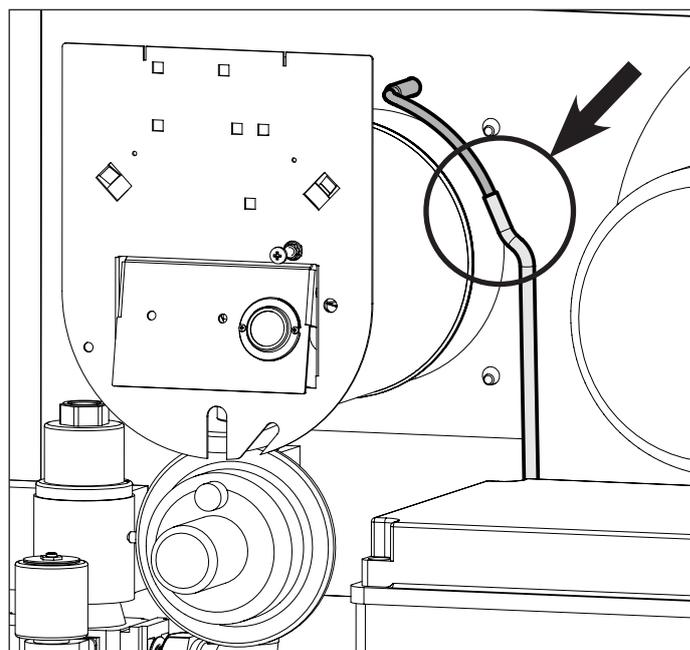

Fig. 7.1 Détail du tube de raccordement du pressostat
- 2) Débrancher temporairement le tube du pressostat d'air (fig. 7.1).
- 10) Rebrancher le tube du pressostat d'air (fig. 7.1) qui autorise l'équipement de contrôle à démarrer la procédure de purge avec une durée minimale de 20 secondes.